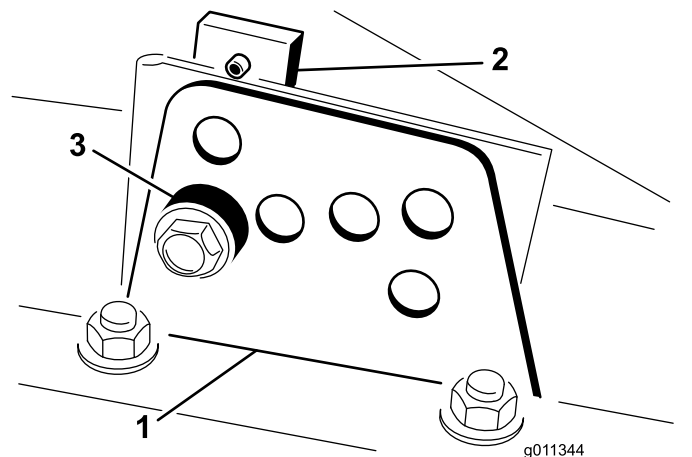

Figura 24
2. Allentate il bullone che fissa ogni staffa dell'altezza di taglio alla relativa piastra (lati anteriore e laterali), come illustrato nella Figura 24.
4. Supportate l'alloggiamento e toglie il distanziale (Figura 24).